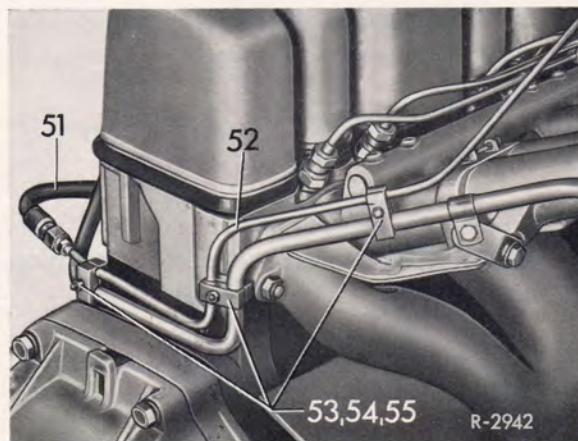

Bild 46-6/14
33. Beim Typ 250 SE mit Schaltgetriebe, die Einstellung des Reguliergestänges prüfen bzw. einstellen (Einzelheiten siehe Werkstatt-Handbuch PKW-Typen ab August 1959, Gruppe 00-16/3 Pos. 5 und 6). Anschließend Druckzylinder (56) wie folgt einstellen: Motor mit Leerlaufdrehzahl laufen lassen und Lenkung nach links oder rechts voll einschlagen. Die Leerlaufdrehzahl darf dabei nicht unter 600 U/min fallen. Ist sie niedriger bzw. höher, das Endstück der Druckstange entsprechend verdrehen.
34. Beim Typ 250 SE mit autom. MB-Getriebe und MB-Servo-Lenkung die Leerlaufdrehzahl wie folgt kontrollieren: Handbremse anziehen, Wählhebel des Getriebes auf Stellung „4“ bringen und Lenkung nach links oder rechts voll einschlagen. Die Leerlaufdrehzahl darf dabei nicht unter 600 U/min fallen. Ist sie niedriger, die Sechskantschraube (66) lösen und im Schlitz des Hebels (63) etwas nach unten drücken und wieder festziehen (Bild 46-6/13). Verstellen der Schraube (66) nach unten ergibt höhere, nach oben niedrigere Drehzahl des Motors.